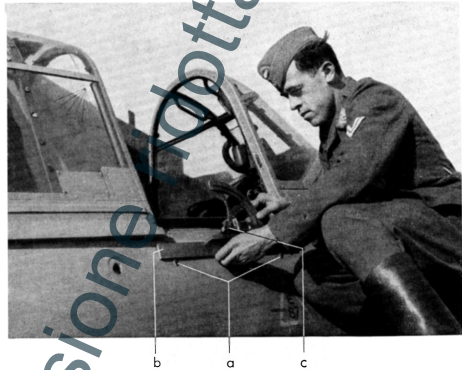

Abb. 17: Ausrichten des Flugzeuges in Längswaage
- Abb. 17: Ausrichten des Flugzeuges in Längswaage